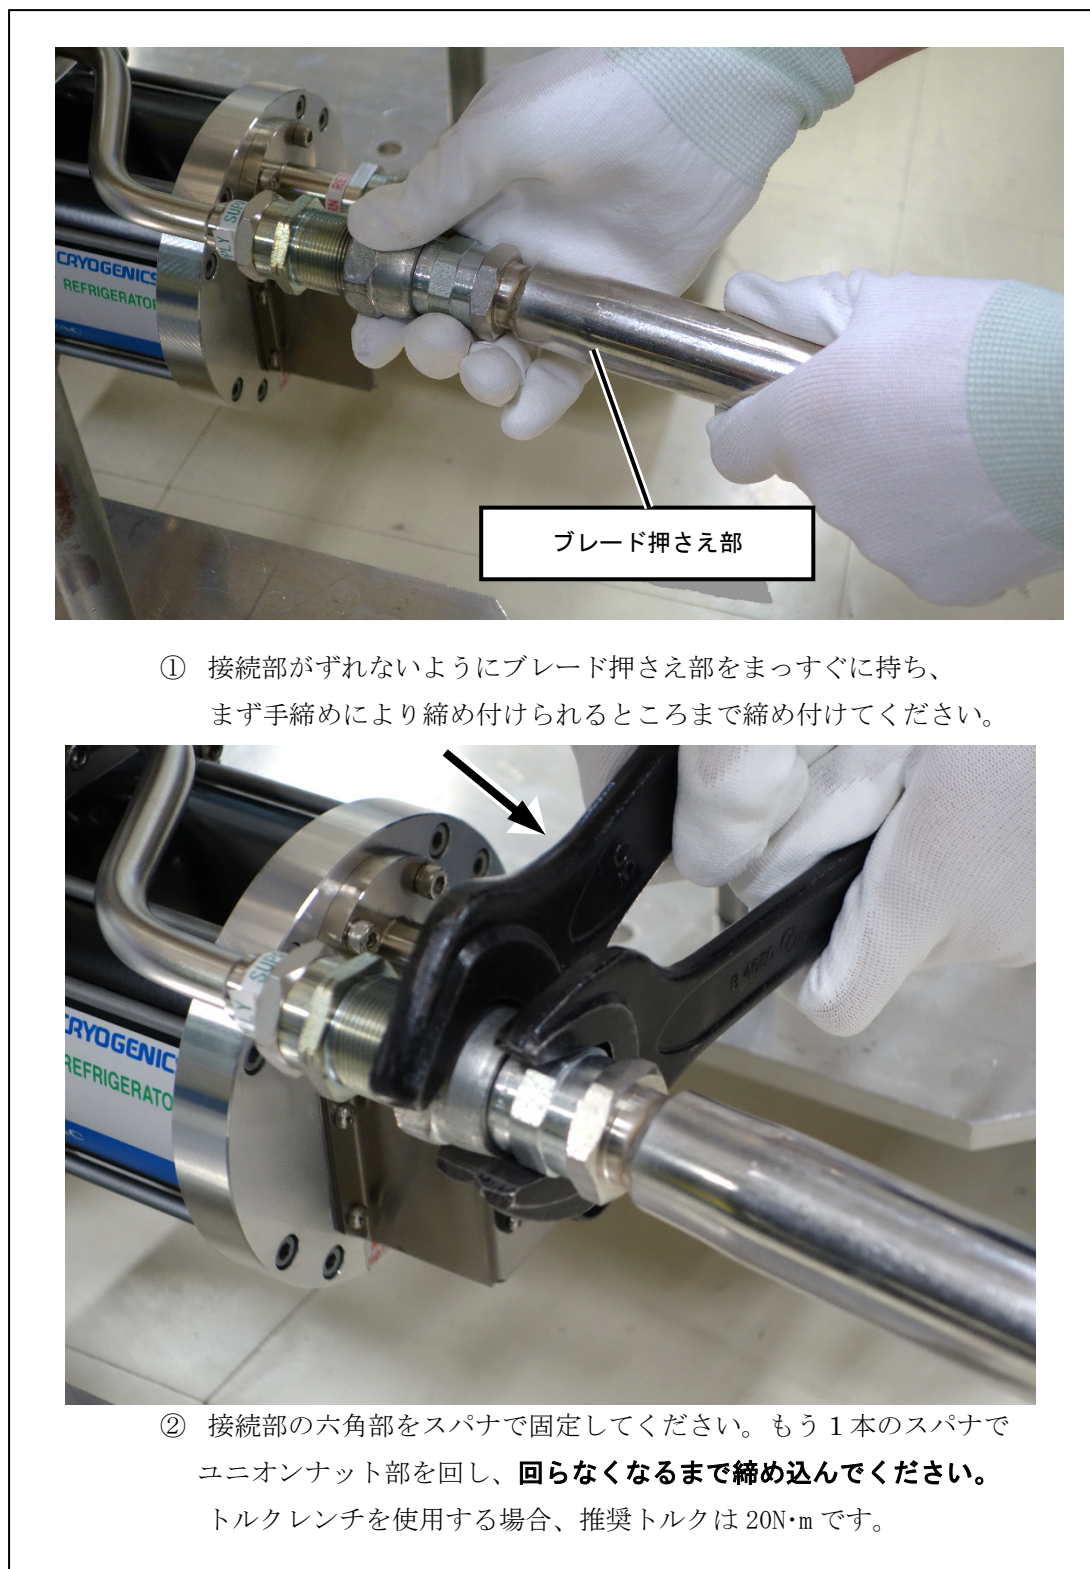

図 4-5 フレキホースの接続
2. クライオポンプとコンプレッサユニットをフレキホースで接続します（図4-5参照）。